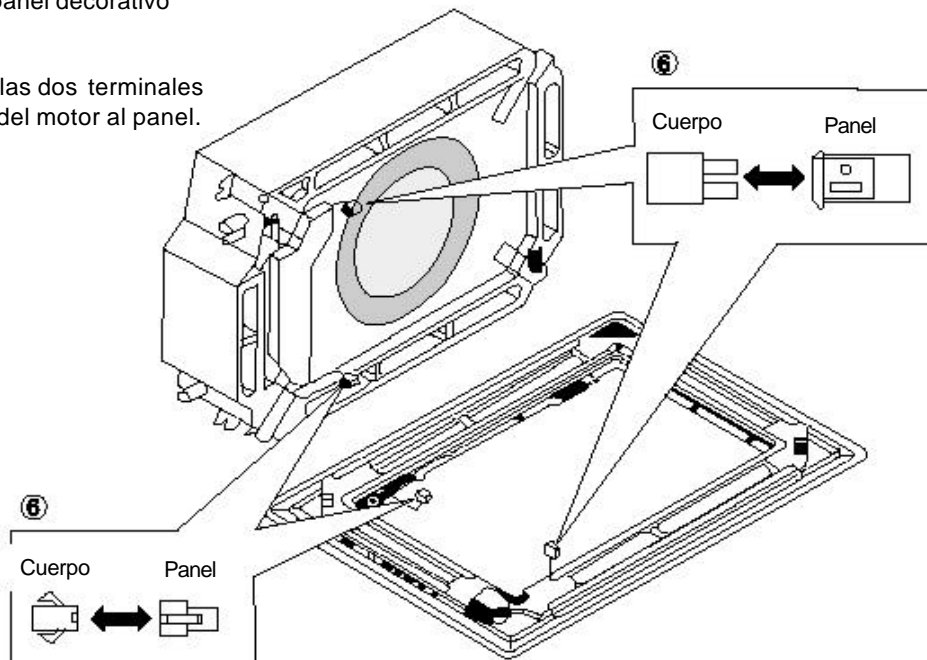

Figura 7
3. Cableado del panel decorativo (ver figura 7).
⑥ Conectar las dos terminales del cable del motor al panel.